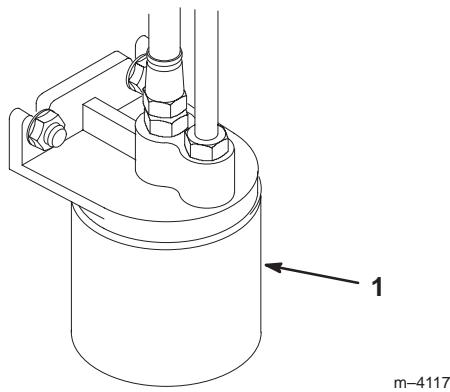

Bild 52
3. Stellen Sie ein Auffanggefäß unter den Filter, entfernen den Altfilter und wischen die Dichtfläche am Anbaustutzen (Bild 52) ab.